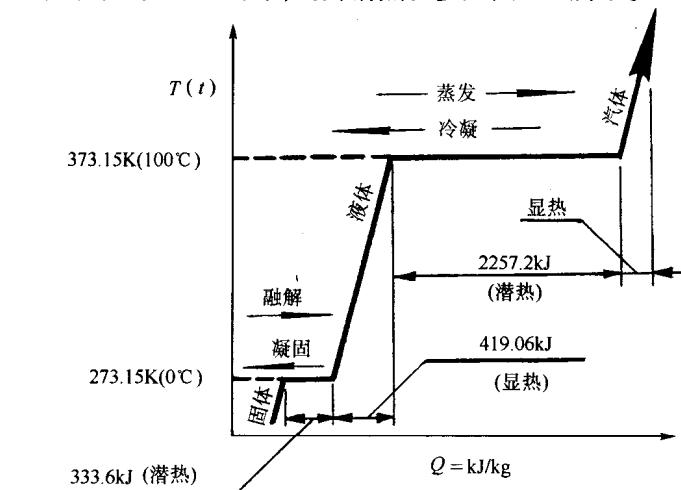

图 1-8 水的状态变化和热量变化
使物体状态发生变化,而温度不变,所需要的热量称为潜热。如 373K 的水变为 373K 的蒸汽,或 273K 的水冻结成 273K 的冰,均为潜热。参见图 1-8 所示。
3. 已知冰的密度 ρ 值为 920kg/m³,由图 1-8 查得冰的融解热为 333.6kJ/kg。
冰的融解热查图 1-8 为 333.6kJ,水的比热容和冰的比热容查表 1-1,分别为 4.1868kJ 和 2.0306kJ。